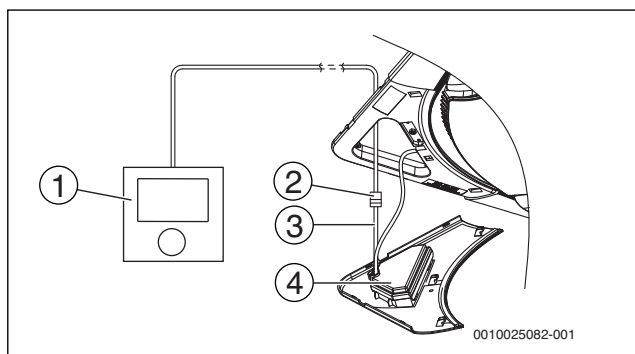

Рис. 14 5-жильный соединительный провод пульта управления
- Пропустите кабель пульта управления через отверстие в углу крышки декоративной панели и подключите его к кабелю дисплея. Обратите внимание на то, что кабель следует вставлять в нижнюю часть; в противном случае во время управления устройством могут возникать сбои (→ рис. 14).